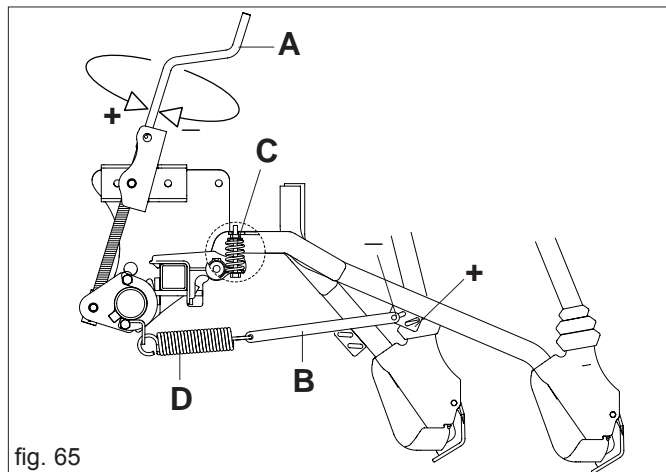

fig. 65
La profondeur d'ensemencement est réglée en même temps pour tous les rayonneurs moyennant une manivelle (Fig. 65) qui permet, si tournée dans le sens inverse des aiguilles d'une montre, d'exercer grâce à des ressorts de traction une pression supérieure des rayonneurs sur le terrain et de conséquence une chute plus profonde de la semence.
On peut ultérieurement régler la pression, séparément, en changeant la position de la tringle (B Fig. 65).
Seulement avec socs à sabot il y a un ressort (C, Fig. 65), que permis de mettre au zéro le poids de chacun élément à ressort (D) complètement déchargé. Dans cette situation il est possible effectuer ensemencements superficiels.